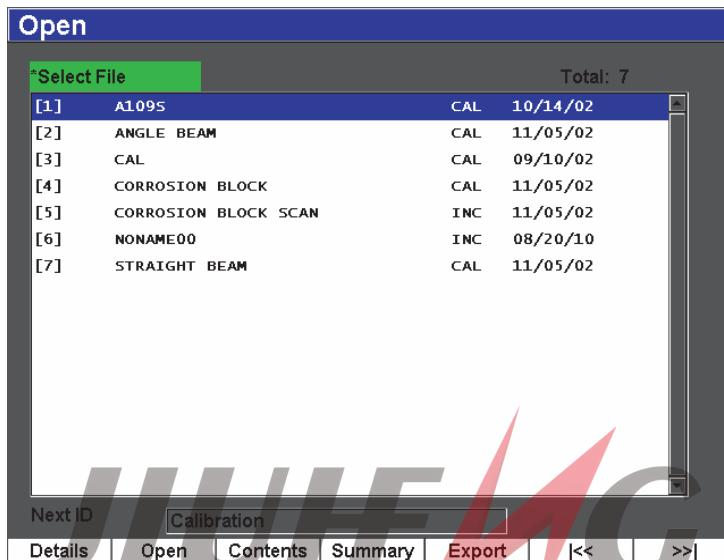

图 11-3 打开菜单
- 出现 **Open** (打开) 菜单 (参见第 204 页的图 11-3)。